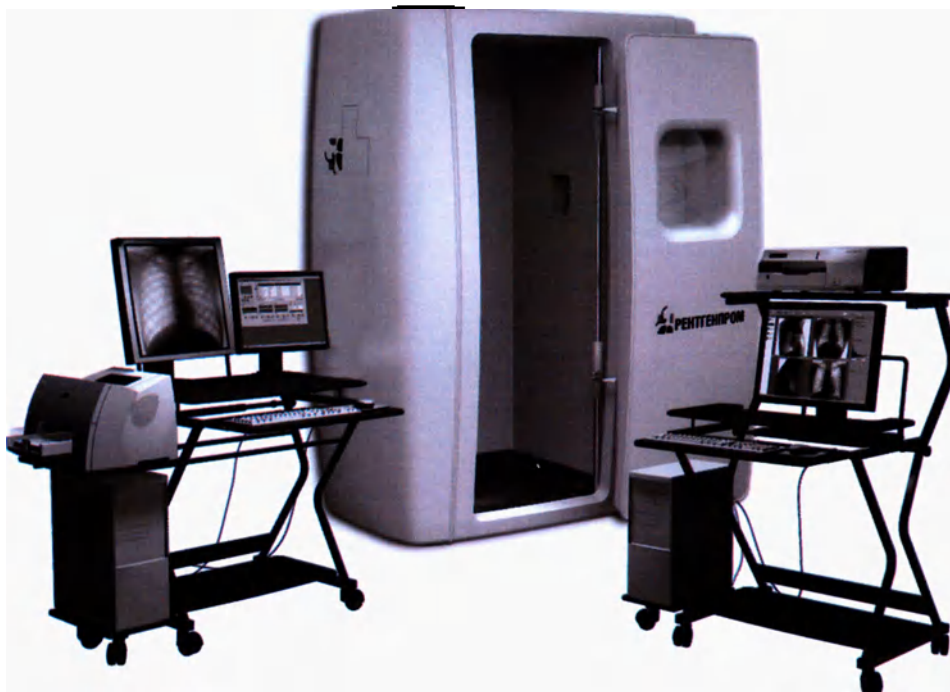
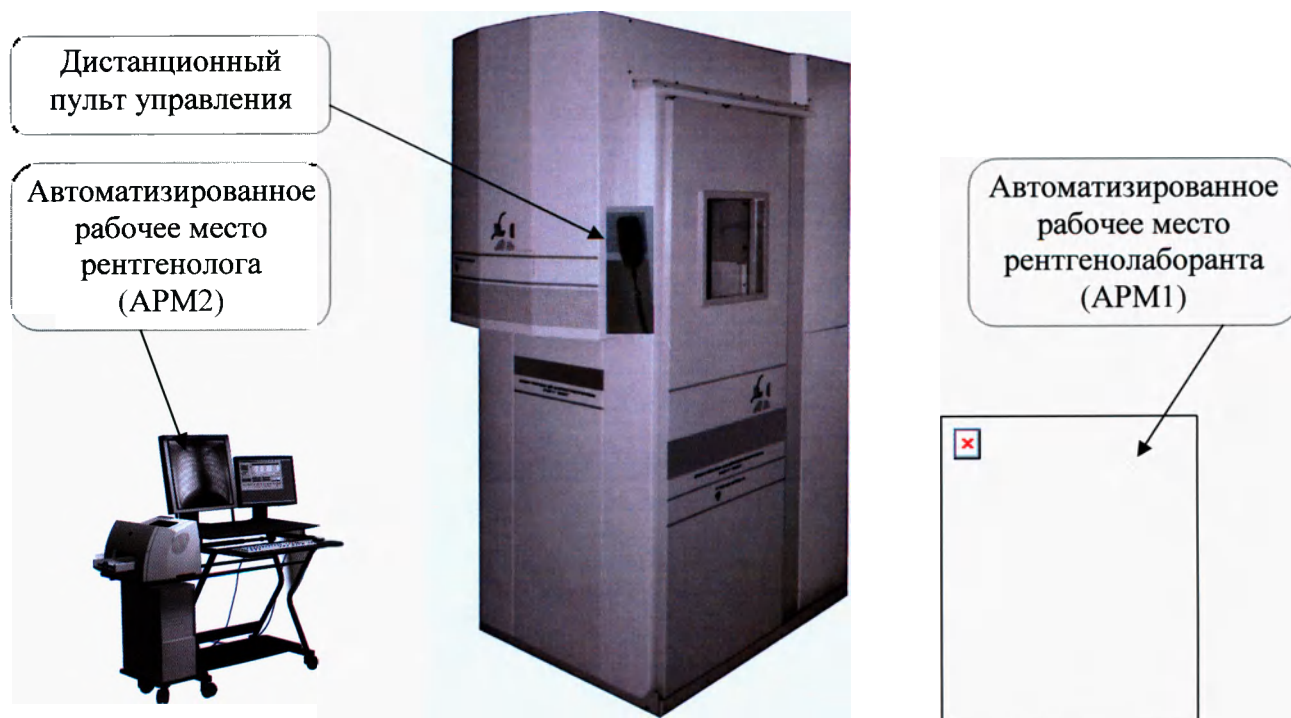

Рисунок 5 – Общий вид флюорографа в кабине из композиционных материалов
Рисунок 6 - Общий вид флюорографа в кабине металлической
Общий вид флюорографа с кабиной из композитных материалов показан на рис.5, с металлической кабиной – на рис. 6. Ниже приведено описание флюорографа с кабиной из композитных материалов для установки его в стационарных условиях в лечебно-профилактических учреждениях (ЛПУ). Отличительные особенности в управлении флюорографа с металлической кабиной описаны в РЭ на КАБИНЕТ.
4.7 Управление флюорографом осуществляется с АРМ1, выполняющего роль пульта управления флюорографа (см. рис.5). Программное обеспечение «ПроСкан» (далее по тексту - ПО «ПроСкан»), установленное на персональный компьютер (ПК), представляет собой комплекс программных модулей (ПМ).